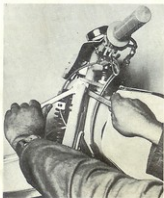

Figure 4
- écarter au besoin les silentblocs à l'aide d'une presse à main (voir figure 4).